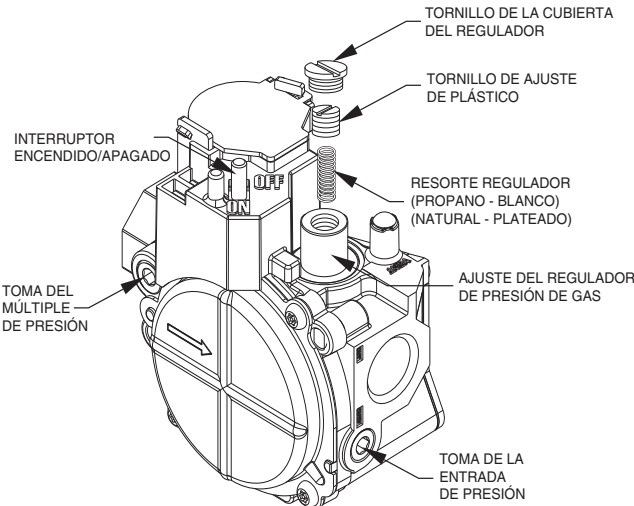
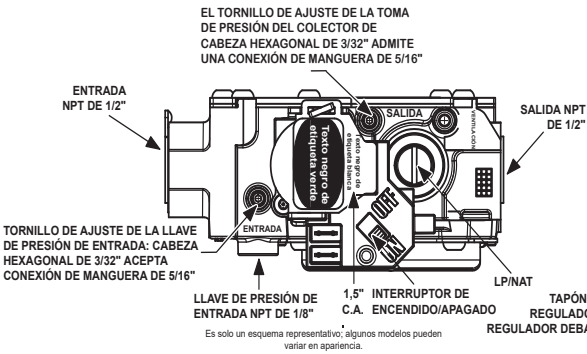

Fig. 13 – Válvula de gas estándar de una etapa
Fig. 14 – Válvula de gas de una etapa con puertos de presión de torre
- Para las válvulas de gas estándar, retire la tapa de la toma de presión del colector con una llave Allen. (Consulte la Fig. 13). Instale la llave de presión y la manguera con boquilla para conectar al manómetro. Active el suministro de gas de la unidad.
- Para una válvula de gas con puertos de presión de torre, afloje el tornillo de ajuste en la llave de presión de la torre del colector, sin dar la vuelta completa, con una llave hexagonal de 3/32 in. (Consulte la Fig. 14). Conecte el manómetro deslizando la manguera de conexión de 5/16 in sobre el puerto de presión de la torre del múltiple. Active el suministro de gas de la unidad.
- Quite el tornillo de la cubierta del regulador sobre el tornillo de ajuste plástico de la válvula de gas (consulte Fig. 13 y Fig. 14).
- Gire el tornillo de ajuste plástico hacia la derecha para aumentar la entrada de gas, o gire el tornillo de ajuste plástico hacia la izquierda para disminuir la entrada (consulte Fig. 13 y Fig. 14). La presión del múltiple debe estar entre 3,2 y 3,8 in. C.A.
- Vuelva a colocar el tornillo de la cubierta del regulador en la válvula de gas (consulte Fig. 13 y Fig. 14).
- Para válvulas de gas estándar, retire la manguera del manómetro y la toma de presión dentada. Reemplace la tapa de la toma de presión con una llave Allen. (Consulte la Fig. 13).
- Para válvulas de gas con puerto de presión de torre, quite la manguera de conexión. Apriete el tornillo de ajuste en el puerto de presión del colector con una llave hexagonal de 3/32 in. (Consulte la Fig. 14).